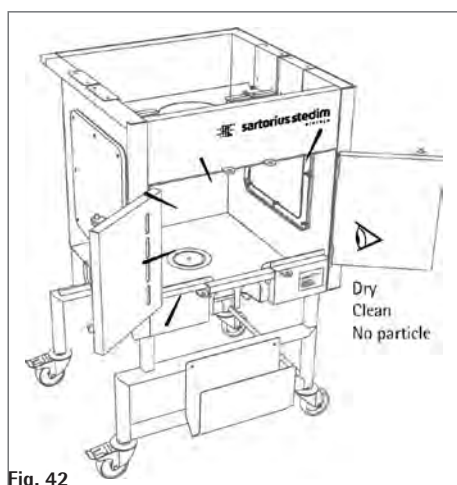

Fig. 42
1. Antes de proceder a la instalación de la bolsa Flexel® for LevMixer® en el Palletank®, compruebe que las superficies internas del Palletank® estén lisas, libres de cualquier partícula que pudiera dañar la superficie de la bolsa, y secas (ver Fig. 42). Cualquier resto de producto limpiador contenido en el Palletank® puede dañar la bolsa.